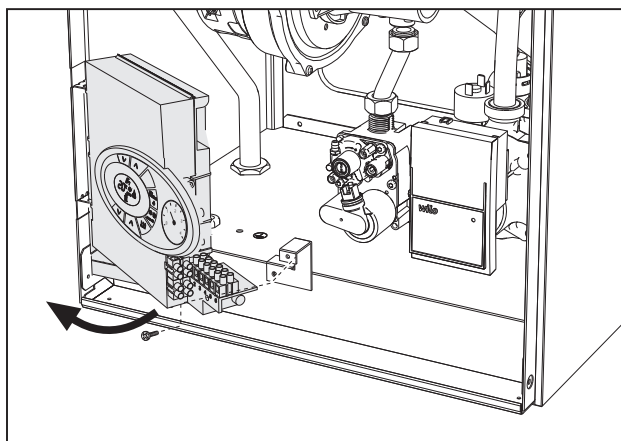

рис. 22
- Открутите винт и разверните панель управления (см. рис. 22).